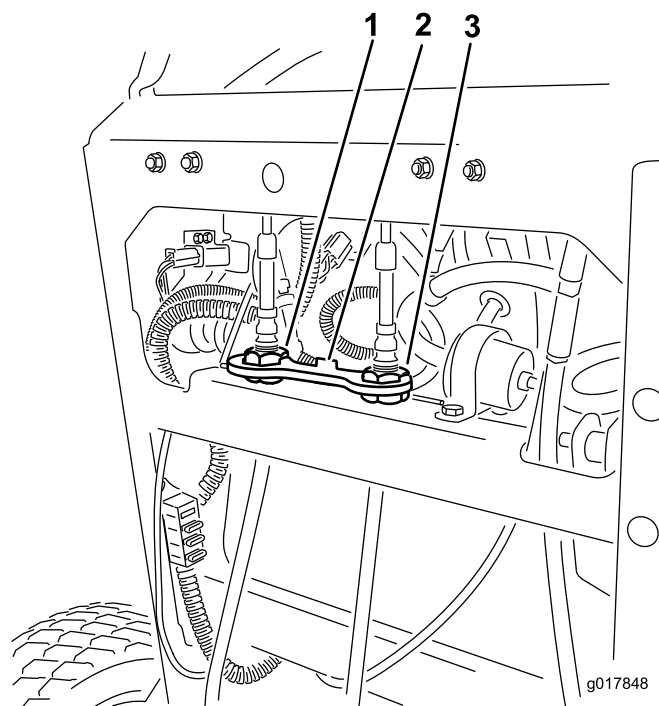

Figura 56
4. Ruotate il dispositivo di regolazione del cavo destro in modo da posizionare la leva di controllo del movimento destra al centro della fessura di blocco in folle del pannello di controllo (Figura 56).